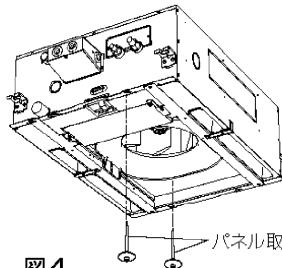
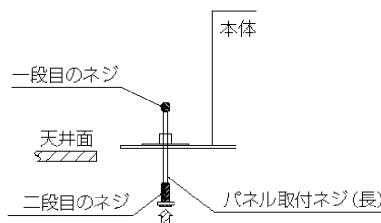
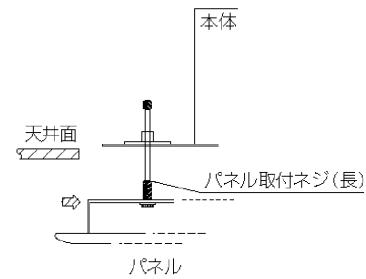
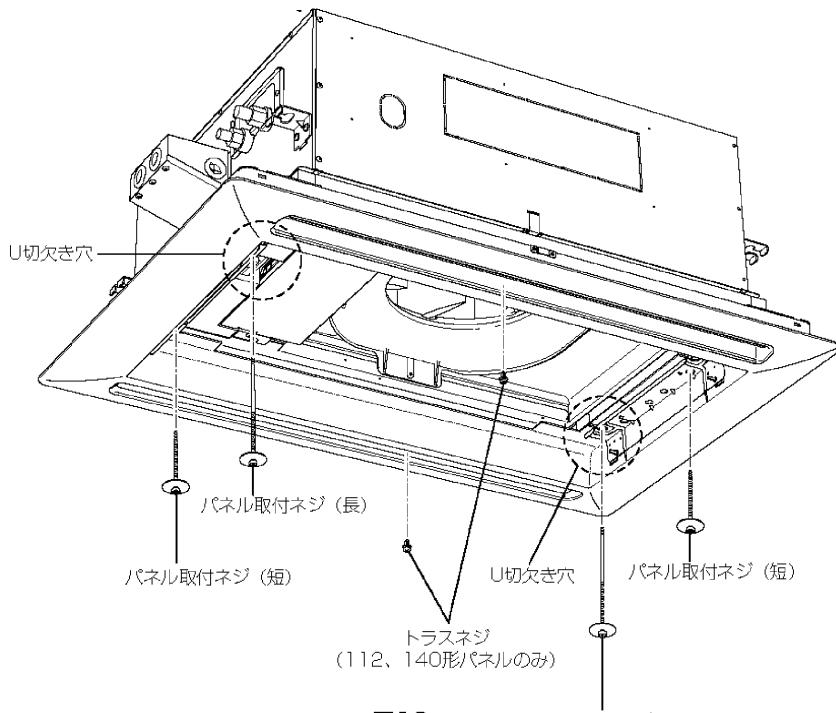

図4
図5
図6
図12
化粧パネルを取付ける前に、ユニット本体に付属のパネル取付ネジ（長）2本を図4の位置に対角で仮止めします。（図5のとおりパネル取付ネジ（長）の一段目のネジ部がユニット本体のナットを通抜ける位置までねじ込みます。）次に化粧パネルを取付けますが、オートベーンのコネクター部が必ず配管側になるよう方向に注意してください。
方向を合わせたら仮止めしたパネル取付ネジ（長）にパネル本体吸込口部の切欠き穴を引掛けます。（図6）最初に反配管側、次に配管側を引掛けます。（図12）（配管側はパネル取付ネジ（長）を内側に押して引掛けると作業が楽に行えます）この状態でパネル本体は仮止めされますが、パネルを持ち上げたり、強く揺らすと外れることがありますので、パネル取付ネジ（短）2本で残りの2カ所を取付けてください。
2. 1が完了しましたら図5および図6で仮止めしていた取付けネジ（長）および（短）とトラスネジを締め付けてください。(図12)